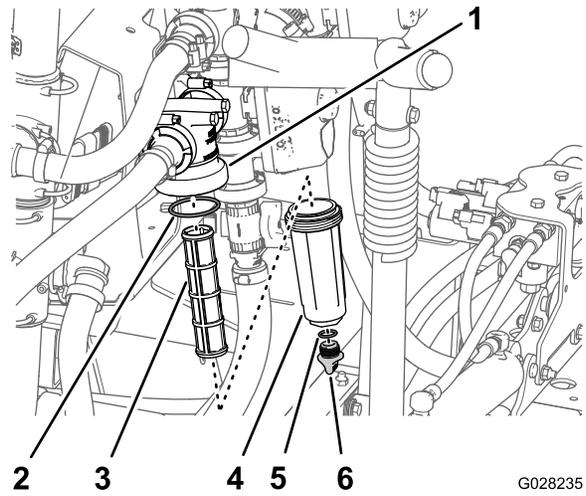

Figura 97
- Coloque un recipiente de drenaje debajo del filtro de presión (Figura 97).
3. Gire el tapón de vaciado en sentido antihorario y retírelo de la cubeta del filtro de presión (Figura 97).
4. Enrosque la cubeta en sentido antihorario y retírela de la cabeza del filtro (Figura 97).
5. Retire el elemento usado del filtro de presión (Figura 97).
6. Inspeccione la junta tórica del tapón de vaciado (situada dentro de la cubeta) y la junta tórica de la cubeta (situada dentro de la cabeza del filtro) en busca de daños o desgaste (Figura 97).
7. Instale el elemento nuevo del filtro de presión en la cabeza del filtro (Figura 97).
8. Instale la cubeta en la cabeza del filtro, y apriétela a mano (Figura 97).
9. Instale el tapón en la cubeta, y apriételo a mano (Figura 97).